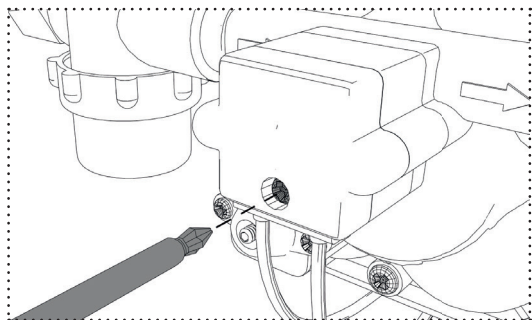

Fig. 12: Retirar o parafuso do pressóstato
**Nota:** antes de poder configurar o pressóstato, tem de tirar a tampa de plástico (fig. 12)!